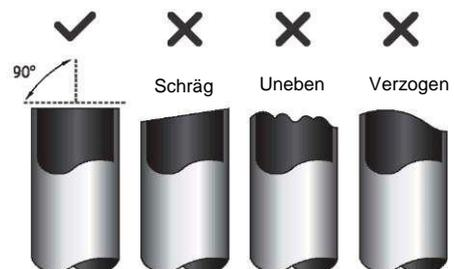

Abb. 7.3
1. Das Rohr muss in einem perfekten 90° Winkel geschnitten werden. Siehe Abb. 7.3 für Beispiele schlechter Schnitte.